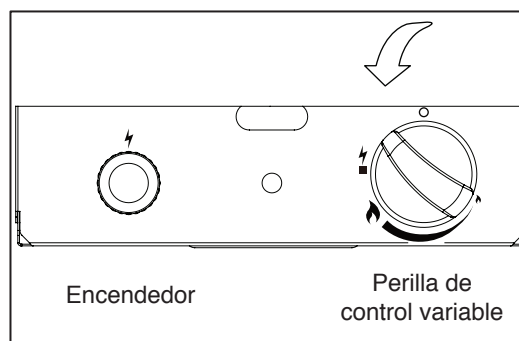

Figura 1
1. Gire la perilla de control a la posición "APAGADO" (O).
3. Empuje la perilla de control y gire hacia la izquierda para la posición "PILOTO" (⚡) (Figura 1).